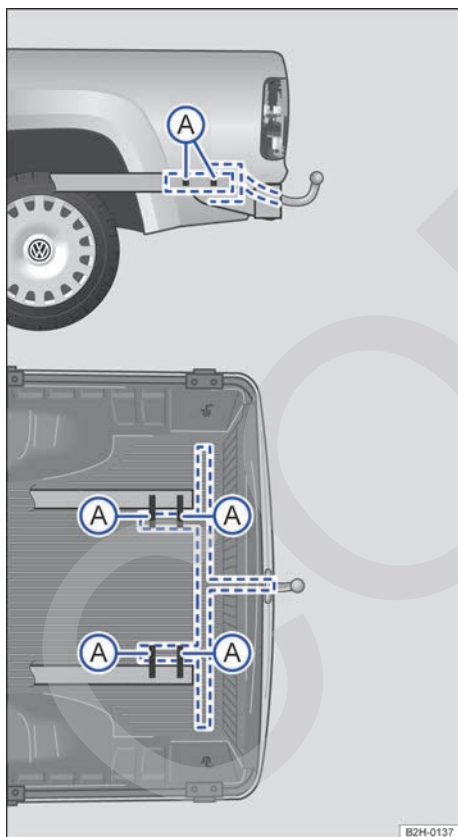
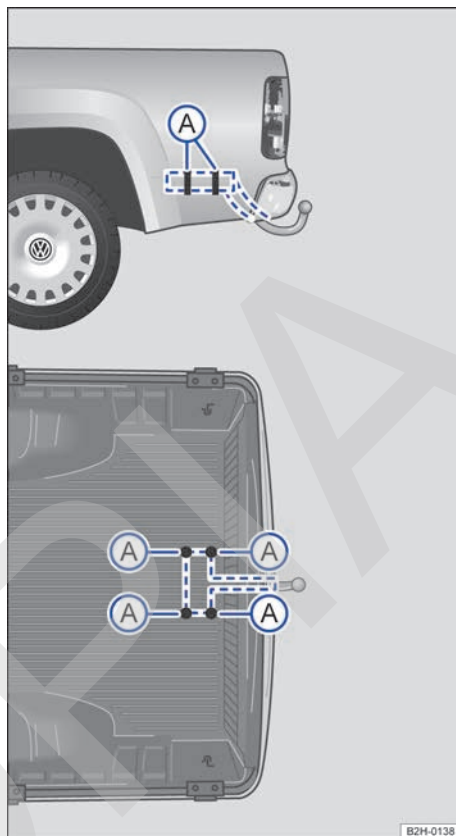

Fig. 95 Vehículos sin paragolpes: puntos de fijación para el montaje posterior de un enganche para remolque.
Fig. 96 Vehículos con paragolpes: puntos de fijación para el montaje posterior de un enganche para remolque.
El montaje posterior de un enganche para remolque se deberá realizar siguiendo las instrucciones del fabricante. El enganche para remolque deberá fijarse en los puntos indicados en la → fig. 95 (A) (vehículos sin paragolpes) o en la → fig. 96 (A) (vehículos con paragolpes).